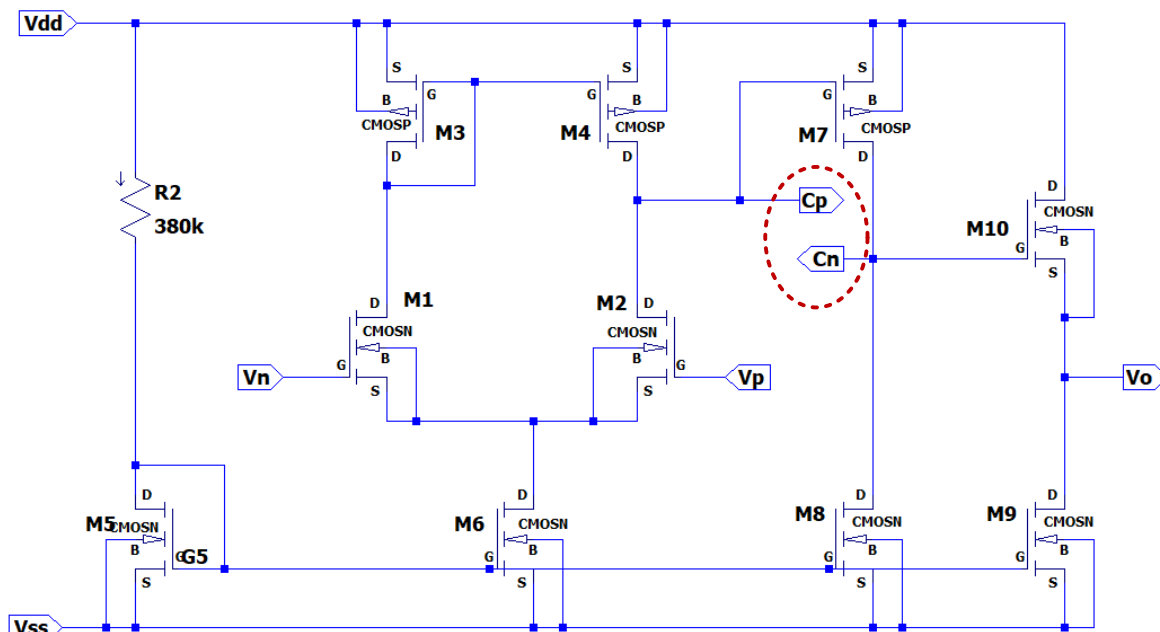

Figura XII.7. Esquemático del OA CMOS del fichero **OACMOS.asc**.
Los OAs poseen una ganancia tan elevada que tienen tendencia a ser inestables y provocar oscilaciones indeseadas a su salida. Para evitar este comportamiento que les hace inservibles, se utilizan técnicas de compensación basadas en redes RC que modifican su respuesta en frecuencia y les proporciona estabilidad. Como ejemplo práctico, en la carpeta **Practica XII** se encuentra el fichero **OACMOS.asc** que contiene el esquemático del OA CMOS mostrado en la figura XII.7. En este circuito se observa las salidas **Cp** y **Cn** utilizadas para añadir una red de compensación externa.
F) Editar con LTSpice el amplificador de la figura XII.8.b utilizando el símbolo del OA de la figura XII.7 y observar su inestabilidad simulando el circuito.